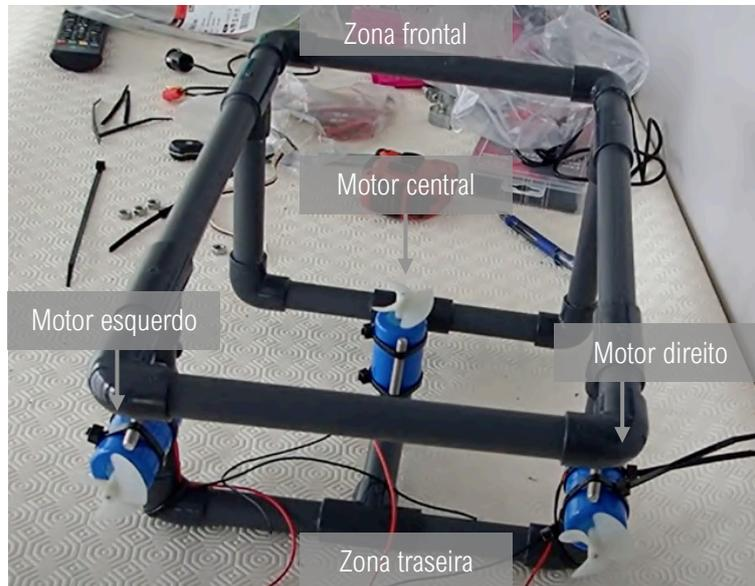

Figura 20 - Chassi do ROV com os 3 motores instalados.
Dois dos motores devem ser fixados na horizontal, na zona traseira do ROV, um em cada lado, e o terceiro deve ser fixado verticalmente, na zona central do ROV (Figura 20). Os motores horizontais vão propulsionar o veículo para a frente ou para trás, enquanto o motor vertical permitirá que o veículo efetue movimentos verticais (para cima ou para baixo).
3. Fixar os motores entre os parafusos com abraçadeiras, orientando as hélices para a traseira. Para facilitar os passos seguintes, instale o motor CW no lado direito do veículo e o CCW no lado esquerdo (visto da perspetiva traseira), tal como na Figura 20.